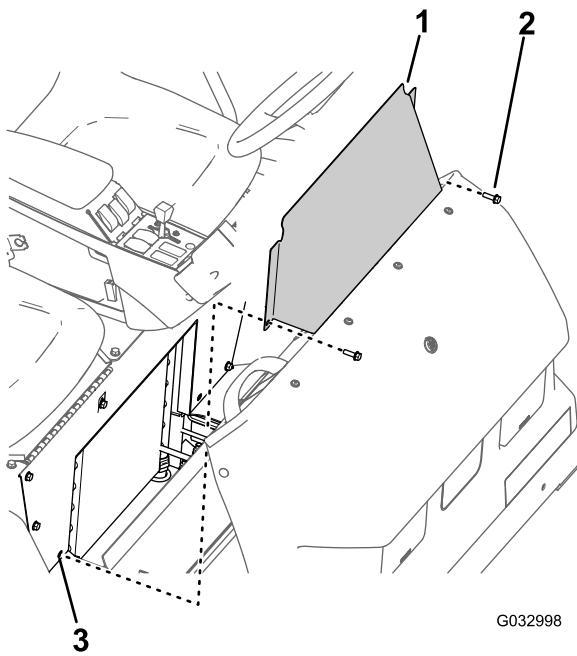

Figure 60
1. Retirez les 2 boulons à embase qui fixent le panneau d'accès à la base du siège (Figure 60).
2. Déposez de la machine le panneau d'accès de la base du siège (Figure 60).
1. Alignez les trous du panneau d'accès et les trous dans la base du siège (Figure 60).
2. Fixez le panneau d'accès à la base du siège au moyen des 2 boulons à embase (Figure 60) retirés à l'opération 1 de Dépose du panneau d'accès de la base du siège \(page 54\).